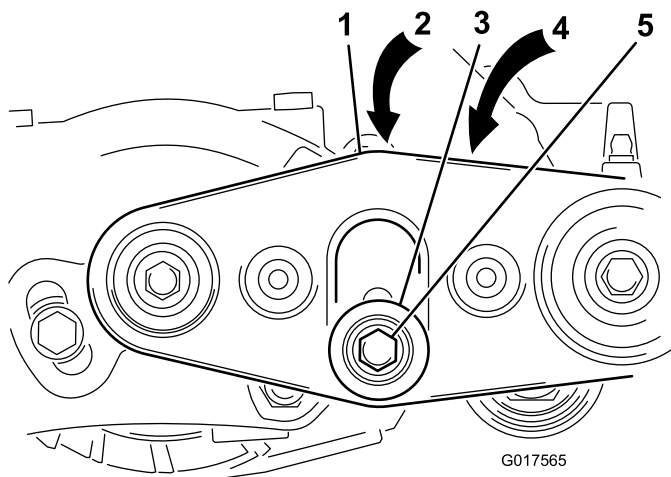

図 9
- A. アイドラプーリを左ブラシサポートに固定している六角ボルトをゆるめる(図 9)。